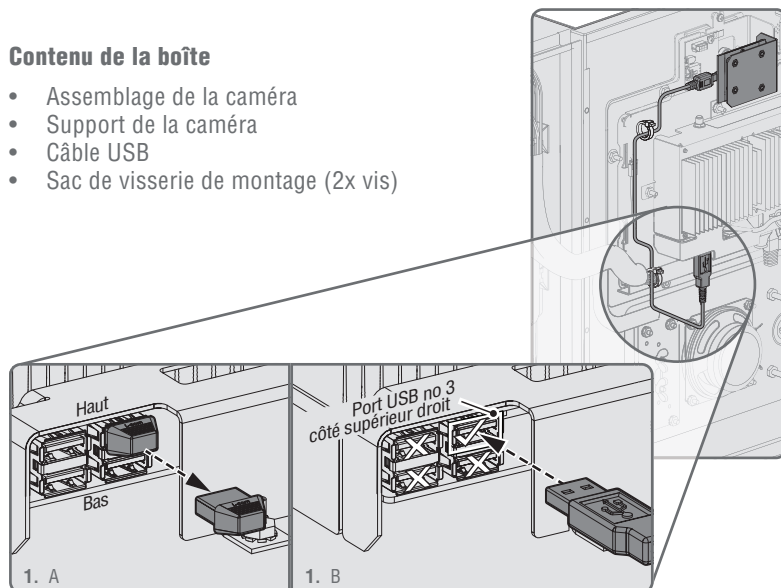

Figure 1. Dépose du bouchon fantôme USB et connexion au port USB no 3 sur le côté supérieur droit du contrôleur.
- Utiliser des pinces pour débrancher le bouchon fantôme supérieur droit de la prise USB sur la carte logique (contrôleur). (Figure 1.A)
- LE PORT USB NO 3 DOIT ÊTRE UTILISÉ** pour connecter la caméra. L'extrémité micro USB du câble USB se branche dans la caméra et l'extrémité USB standard du câble se connecte spécifiquement au port USB no 3, (le port supérieur droit sur le contrôleur.) (Voir la Figure 1.B)